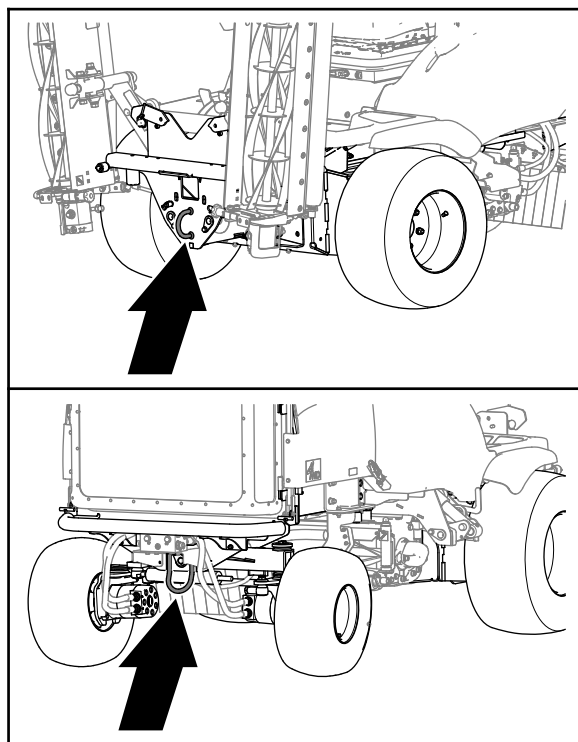

Figure 43
5. Accouplez une barre de remorquage **rigide** entre l'anneau de remorquage avant de la machine et le véhicule de remorquage (Figure 43).